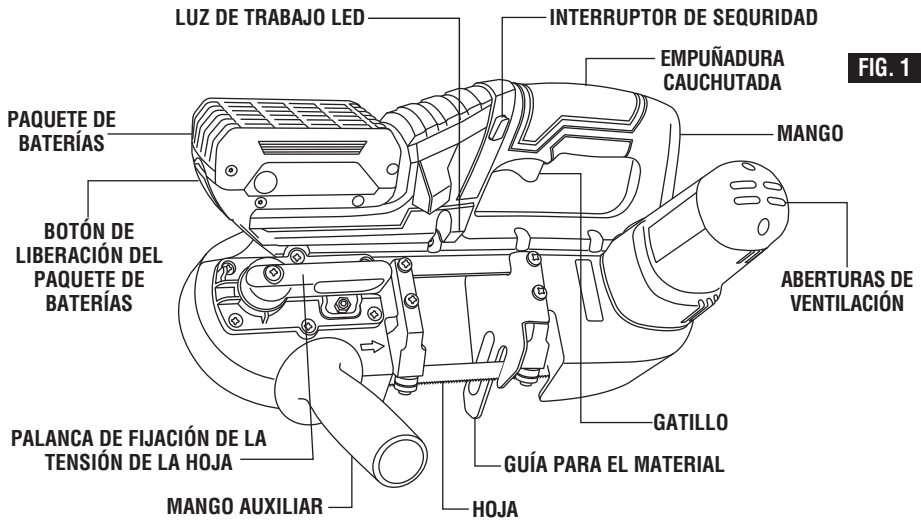

FIG. 1
2. Gire el mango de fijación de tensión ubicado en la parte delantera de la sierra 180° en el sentido de las agujas del reloj para reducir la tensión de la hoja (Fig. 1).
2. Gire el mango de fijación de tensión 180° en sentido contrario al de las agujas del reloj para sujetar firmemente la hoja sobre las poleas (Fig. 1).
La herramienta debe ser soportada con el mango auxiliar. El mango debe estar enroscado en la carcasa delantera de la herramienta (Fig. 1).
La luz no requiere mantenimiento y fue diseñada para durar toda la vida útil de la herramienta (Fig. 1).
El interruptor de seguridad está diseñado para prevenir arranques accidentales. Para accionar el interruptor de seguridad, oprima el botón de liberación con el dedo pulgar en cualquiera de los dos lados del mango para desacoplar el cierre y luego apriete el gatillo (Fig. 1). Al soltar el gatillo, el botón acoplará el interruptor de seguridad automáticamente y el gatillo dejará de funcionar.
Oprima de nuevo el botón de liberación del paquete de baterías y deslice dicho paquete completamente hacia afuera hasta sacarlo de la carcasa de la herramienta (Fig. 1).